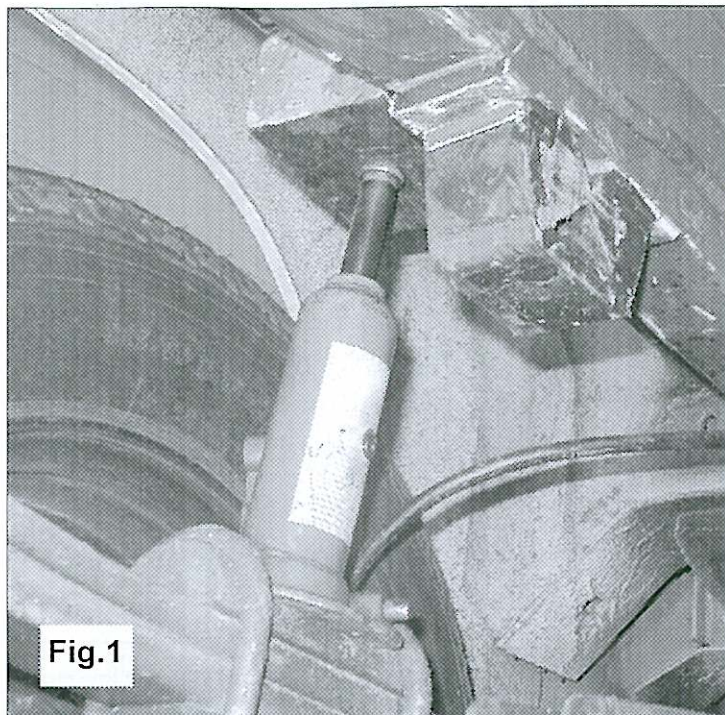

Fig.1
2. Plaats een potkrik tussen het verenpakket en de carrosserie en pers het verenpakket +/- 3 à 4 cm naar onder. Pas op dat er geen deuken in de carrosserie gedrukt worden. Zie fig. 1.